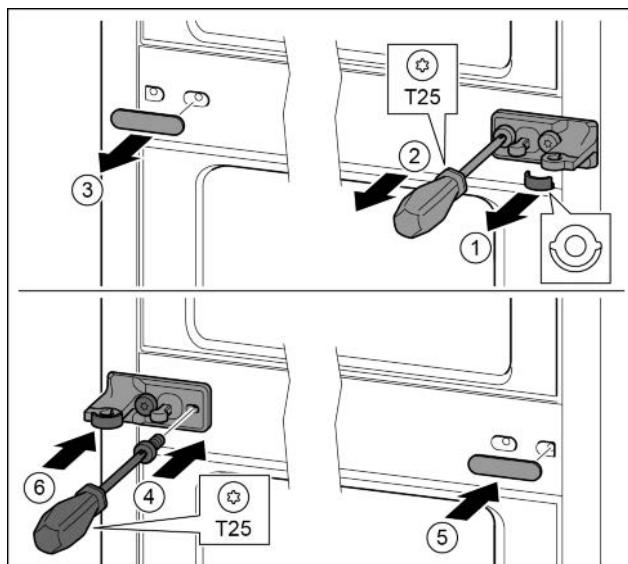

Fig. 27
- Снять шайбу. Fig. 27 (1)
- ▶ Выкрутить винты отверткой T25. Fig. 27 (2)
- ▶ Осторожно снять крышку. Fig. 27 (3)
- ▶ Плотно прикрутить опорный кронштейн с подкладкой с поворотом на 180° с другой стороны. Fig. 27 (4)
- ▶ Установить крышку с поворотом на 180° с другой стороны. Fig. 27 (5)
- ▶ Спереди надвинуть шайбу. Fig. 27 (6)